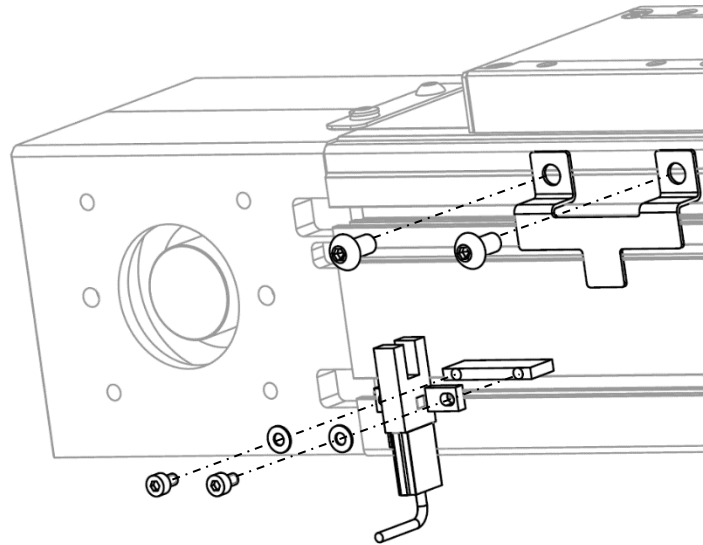

Рисунок 15 – Установка крышки монтажного комплекта
1.4.4 Модуль оснащен пазами в профиле. Установите флаг датчика на каретку, закрепите его, затянув установочные винты(см. рисунок 15). В паз модуля установите закладную планку. На неё закрепите датчик с помощью установочных винтов.